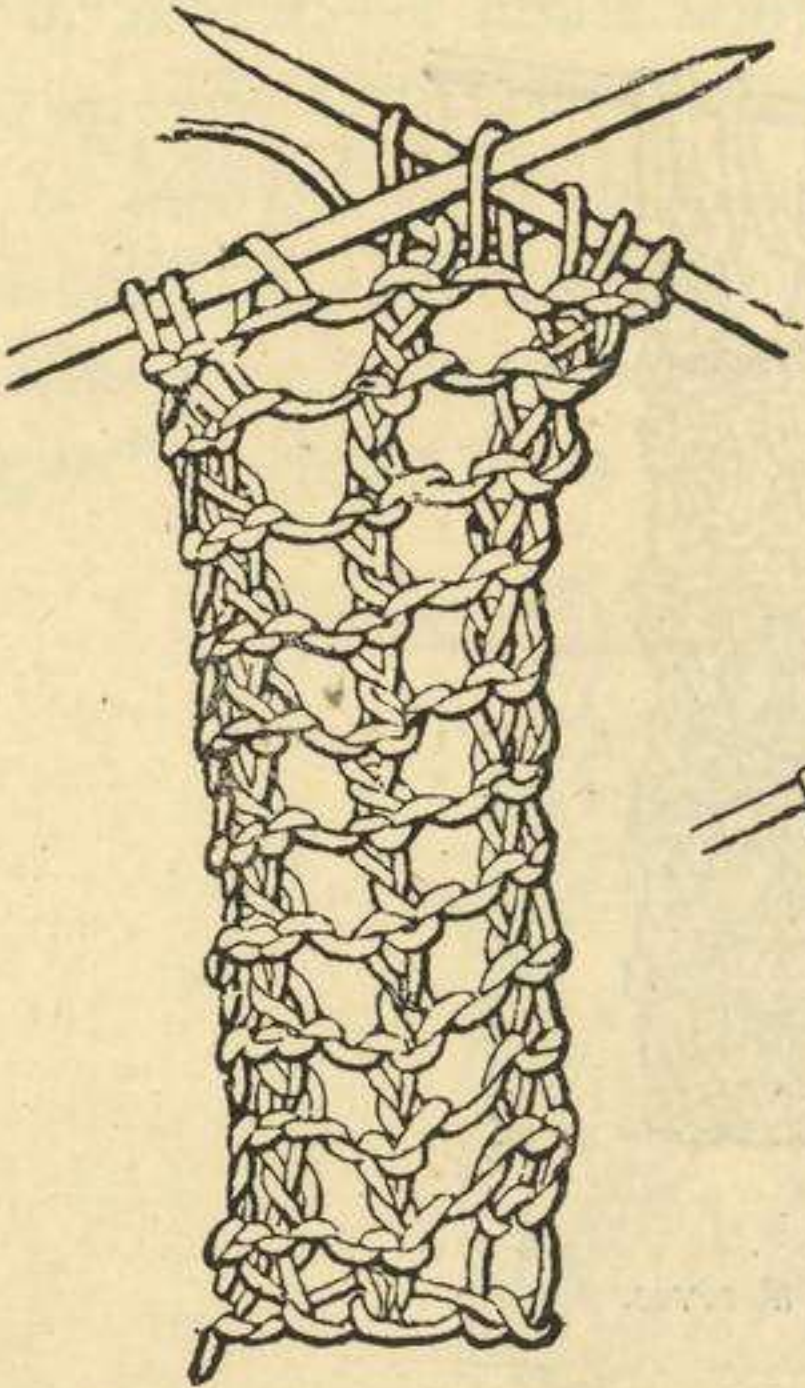

Fig. 75.— Punto de escala.
**PUNTO DE ESCALA.**—Punto calado para encaje.—(Dos agujas de acero ó de madera.)—Para hacer el entredos ó faja de la fig. 75 se montan 7 mallas.